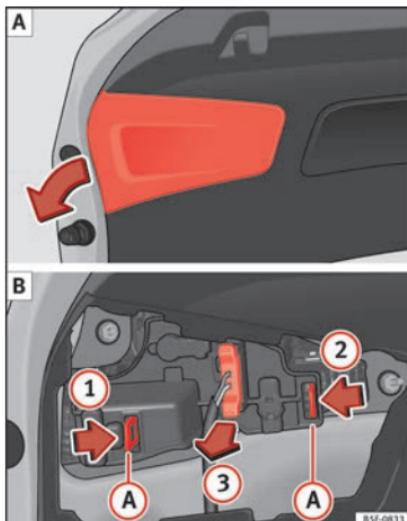

Fig. 113 Retirer le cache sur le hayon du coffre à bagages et démonter le porte-ampoule.
- Retirez le cache du hayon dans le sens de la flèche » **fig. 113 [A]**.
- Déverrouillez les languettes de fixation **(A)** du porte-ampoule, en suivant le sens des flèches **(1)** et **(2)** » **fig. 113 [B]**.
- Retirez le porte-ampoule de son logement dans le sens de la flèche **(3)** » **fig. 113 [B]**.
- Remettez le porte-ampoule en place en vérifiant que les clips de fixation **A** **»» fig. 113 B** sont correctement fixés.